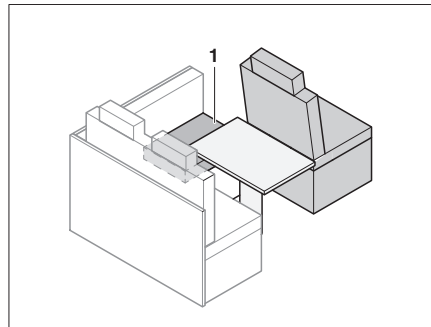

Fig. 189 Prima della trasformazione
- Spostare lateralmente il cuscino del divano (Fig. 189,1).